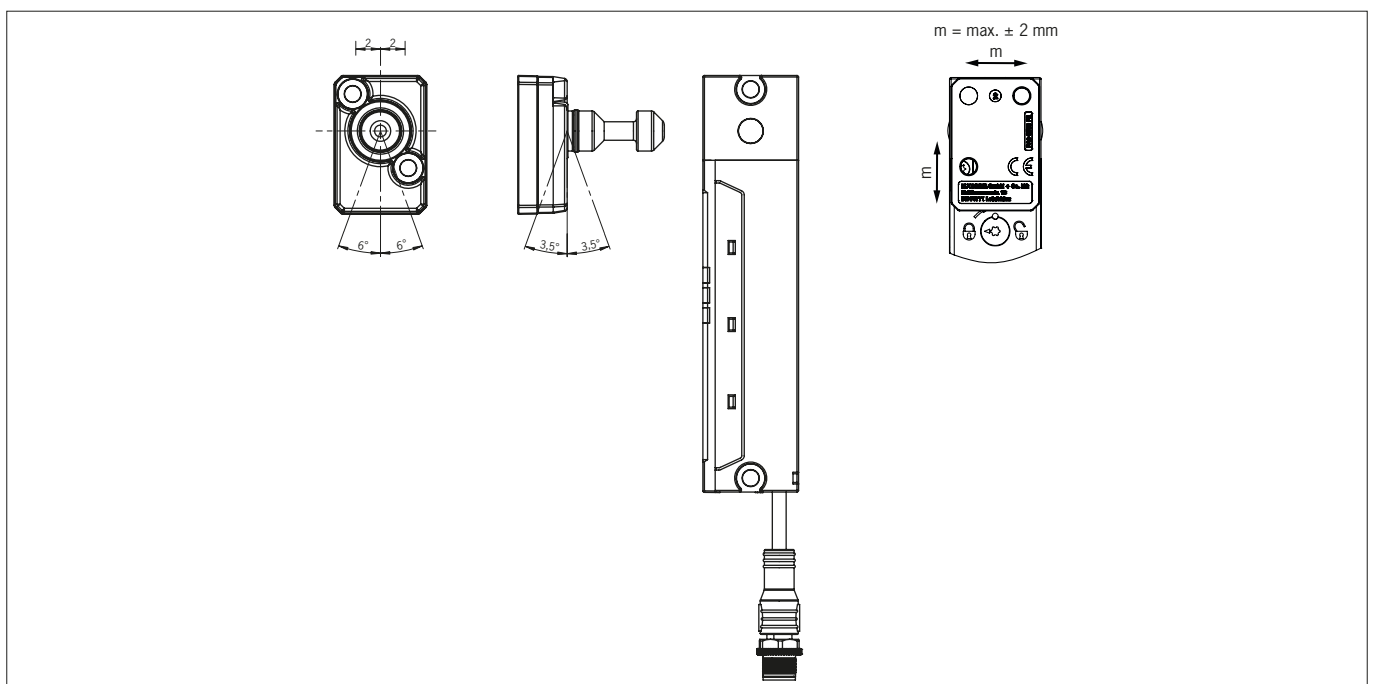

図 4: アクチュエーターの最大偏向角および最大センターオフセット
- ▶ スイッチとアクチュエーターの最大許容傾斜角を順守してください (図 4 を参照)。